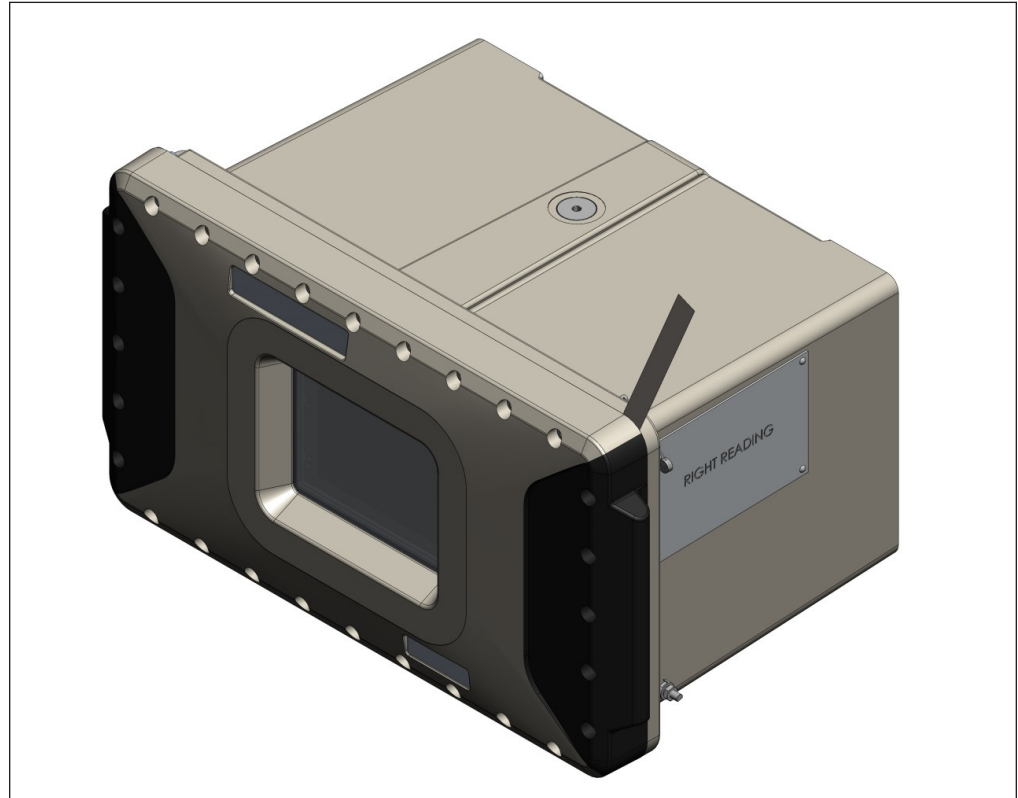

Figure 43. Vérification du chemin de flamme
4. Vérifiez que le boîtier est correctement scellé en vérifiant l'« écart » entre le couvercle et le joint du boîtier avec une jauge d'épaisseur de 0,0015 po (0,0381 mm). La jauge d'épaisseur ne doit pas pénétrer le joint sur plus d'1/4 po (6 mm) en tout point du périmètre entre le couvercle et le joint du boîtier ; voir l'exemple à la Figure 43.